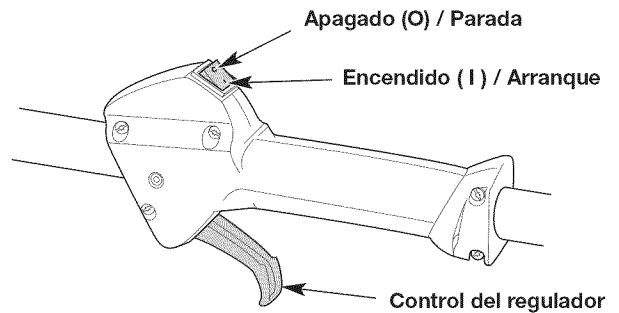

Fig. 6
NOTA: No hay necesidad de encender la unidad. El interruptor de Encendido/Apagado debe estar en la posición ENCENDIDO (I) en todo momento (Fig. 6).
5. Oprima el control del regulador y no lo suelte (Fig. 6). Tire de la cuerda con movimiento controlado y firme hasta que la unidad arranque (Fig. 8).
2. Oprima y no suelte el interruptor de control de Encendido y Apagado en la posición APAGADO (O) hasta que el motor se detenga por completo (Fig. 6).
6. Oprima el control del regulador y no lo suelte (Fig. 6). Eche a andar el accesorio Speed Start™ por intervalos no mayores de 2 segundos cada vez hasta que la unidad arranque.